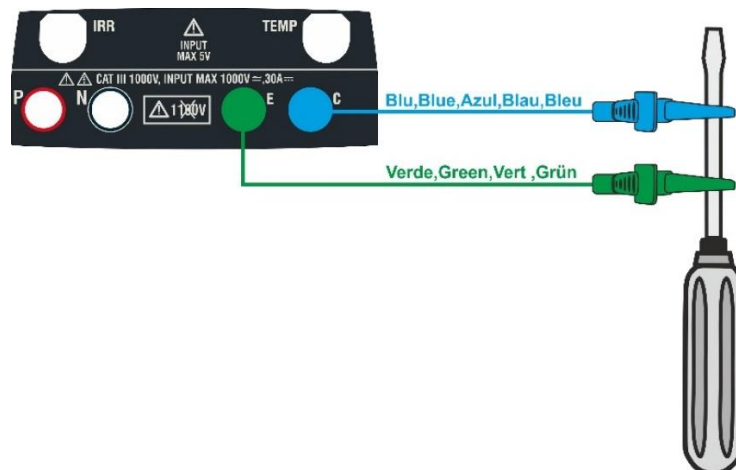

Fig. 5: Compensación de la resistencia de los cables de medida
3. Conecte los cables de medida entre sí como se muestra en Fig. 5